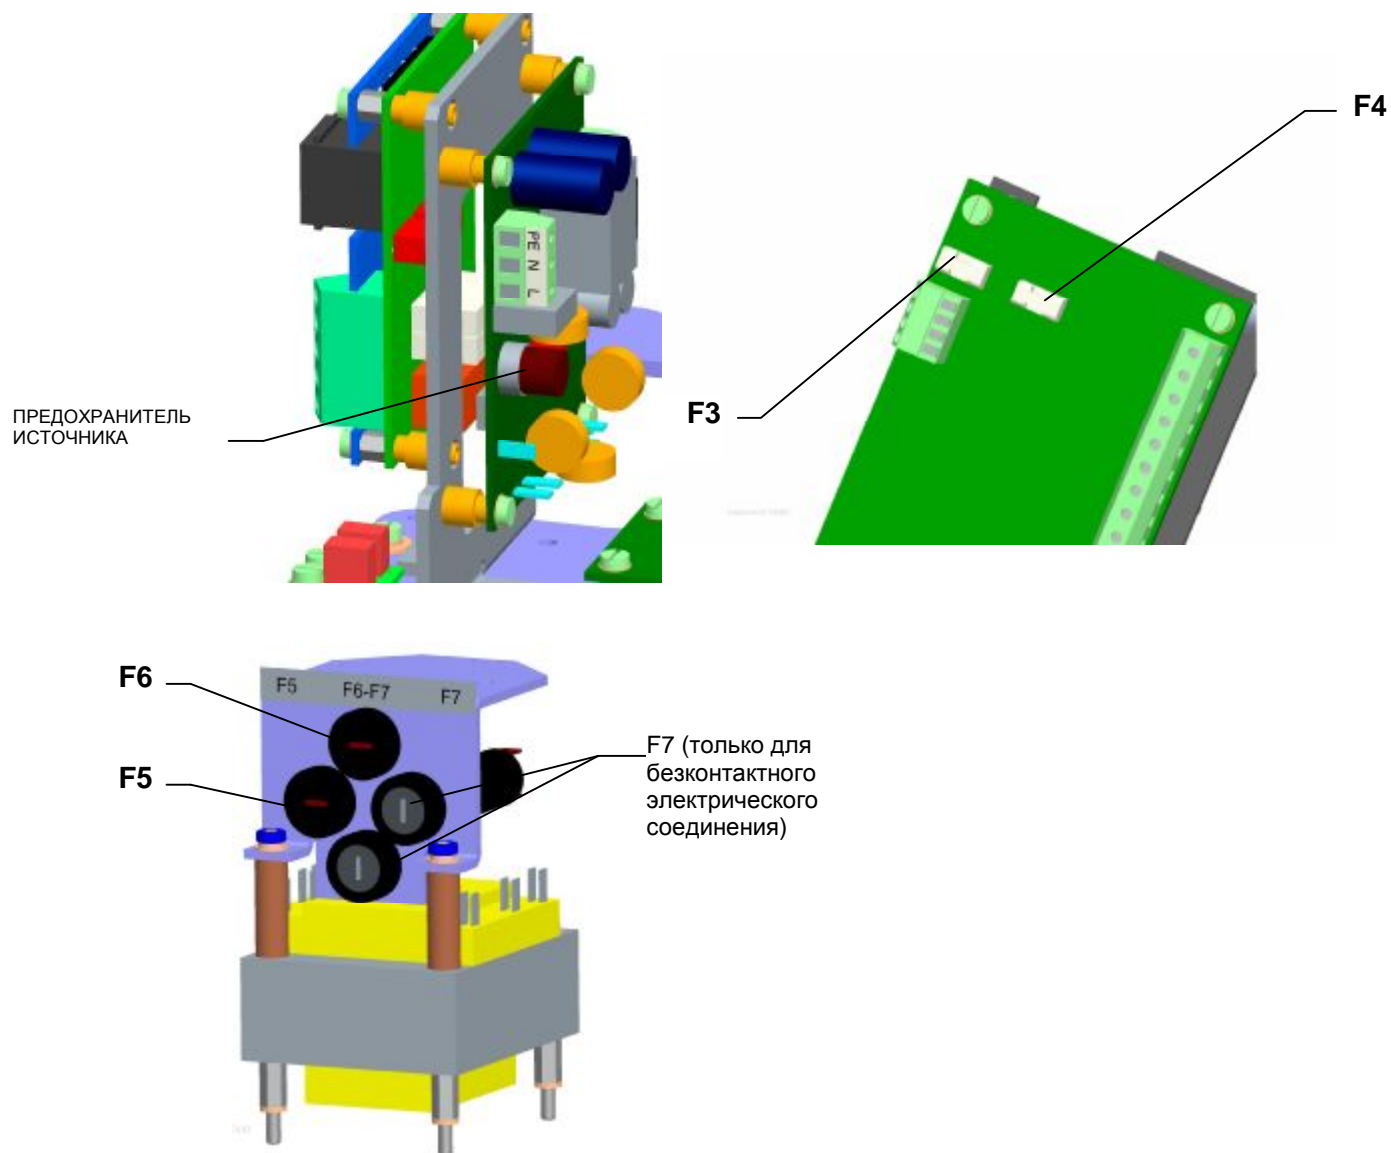

Рис.5
Доска источника ЭП оснащена предохранителями (F3 и F4) питающего источника. Установка предохранителя на доске источника указана на **Рис. 5**.
Изготовление со стойками. При помещении стоек в гнездо арматуры при помощи ключа ОК 22, насаженного на стойки (87) (рис.5а), следует стойки зафиксировать в верхней части гайкой (91) и шайбой (92).
Изготовление с фланцами – крепление при помощи болтов. ЭП с фланцем (88) (рис.5а) следует насадить на арматуру при помощи болтов и зафиксировать четырьмя гайками М12.
Изготовление с фланцами – крепление при помощи центральной гайки . ЭП с фланцем (88) (рис.5а), насадить на токопроводящую цилиндрическую часть арматуры и зафиксировать при помощи центральной гайки. Центральная гайка не является предметом поставки.
Для соединения тяги ЭП с тягой арматуры служит муфта (93) (рис.5а),, которую можно вращать после ослабления крепежных винтов (94).